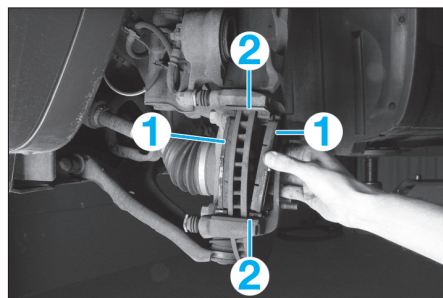

Fig. 2
- les plaquettes de frein (1) (Fig.2),
- les ressorts (2),